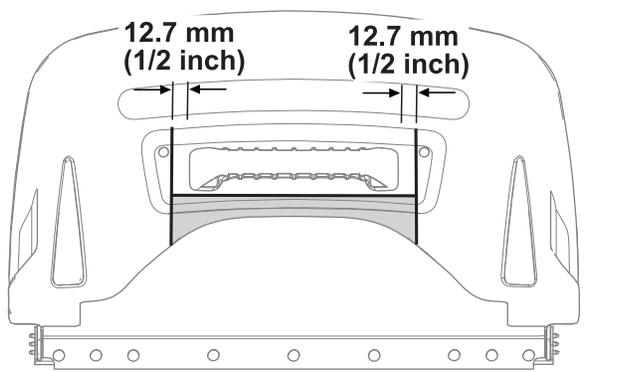

Рисунок 17
разметьте параллельную линию рядом с передней лицевой поверхностью ручки (Рисунок 17).
- Отмерьте 12,7 мм с каждой стороны ручки и проведите 2 линии, перпендикулярные линии, размеченной при выполнении пункта 1 (Рисунок 17).
- Используя размеченные линии, отрежьте заштрихованную часть, показанную на Рисунок 17.